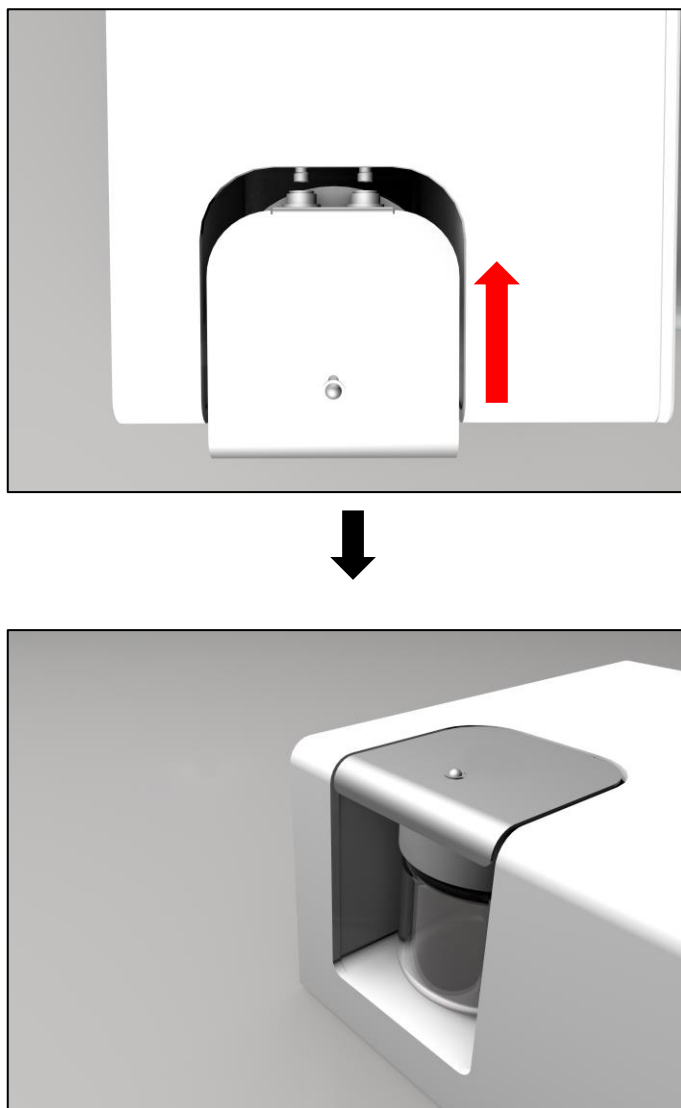

Abb. 5: Demontering och montering av spruttanken
4. Ta tag i upplåsningsplåten vid plåtfliken och dra den framåt för att lossa spruttanken från apparaten (se fig. 5). Dra tills spruttanken låses upp.